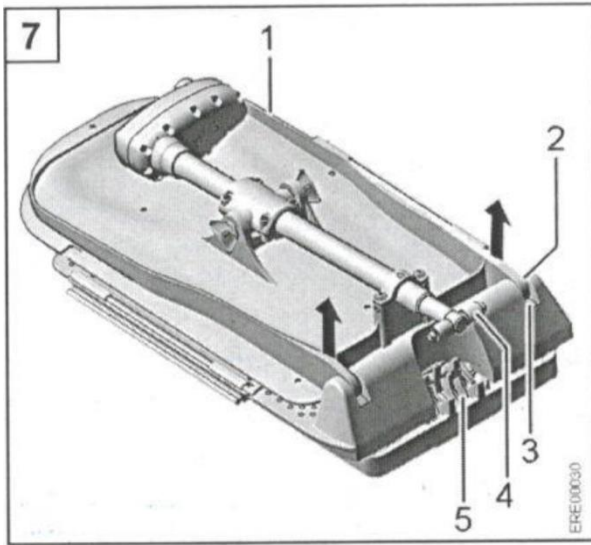

Рис. 4
1. Зніміть спинку. Для цього візьміть спинку (див. Рис. 4; 1) обома руками, поруч із фіксаторами
(див. Рис. 4; 2). Зніміть фіксаторні гачки з держаків (див. Рис. 4; 3) за допомогою легкого натиску.
Корпус бази приводу містить «механізм» зняття блокування секції сидіння. Піднімальний механізм «ножиці» може вільно рухатися, якщо випадково відключено блокування секції сидіння. Що може призвести до травмування кінцівок. Не кладіть руки в привідну базу (див. Рис. 4; 5).
База приводу містить систему блокування сидіння. Підймальний механізм «ножиці» може почати вільно рухатись, якщо блокування випадково буде відключено. Це може призвести до травмування кінцівок. Не кладіть руки у зону роботи приводу (див. Рис. 4,5).
5. Якщо база приводу не повністю опущена і спинка рухається уперед, підйомник для ванни може бути пошкоджений. Переконайтеся, що база двигуна повністю опущена: база приводу (див. Рис. 4; 4) повинна бути горизонтальною (див. Рис. 4).
7. Зніміть спинку. Для цього візьміть спинку (див. Рис. 4; 1), в обидві руки близько до фіксаторних гачків (див. Рис. 4; 2). Зніміть фіксаторні гачки з тримачів (див. Рис. 4; 3) за допомогою легкого натиску.